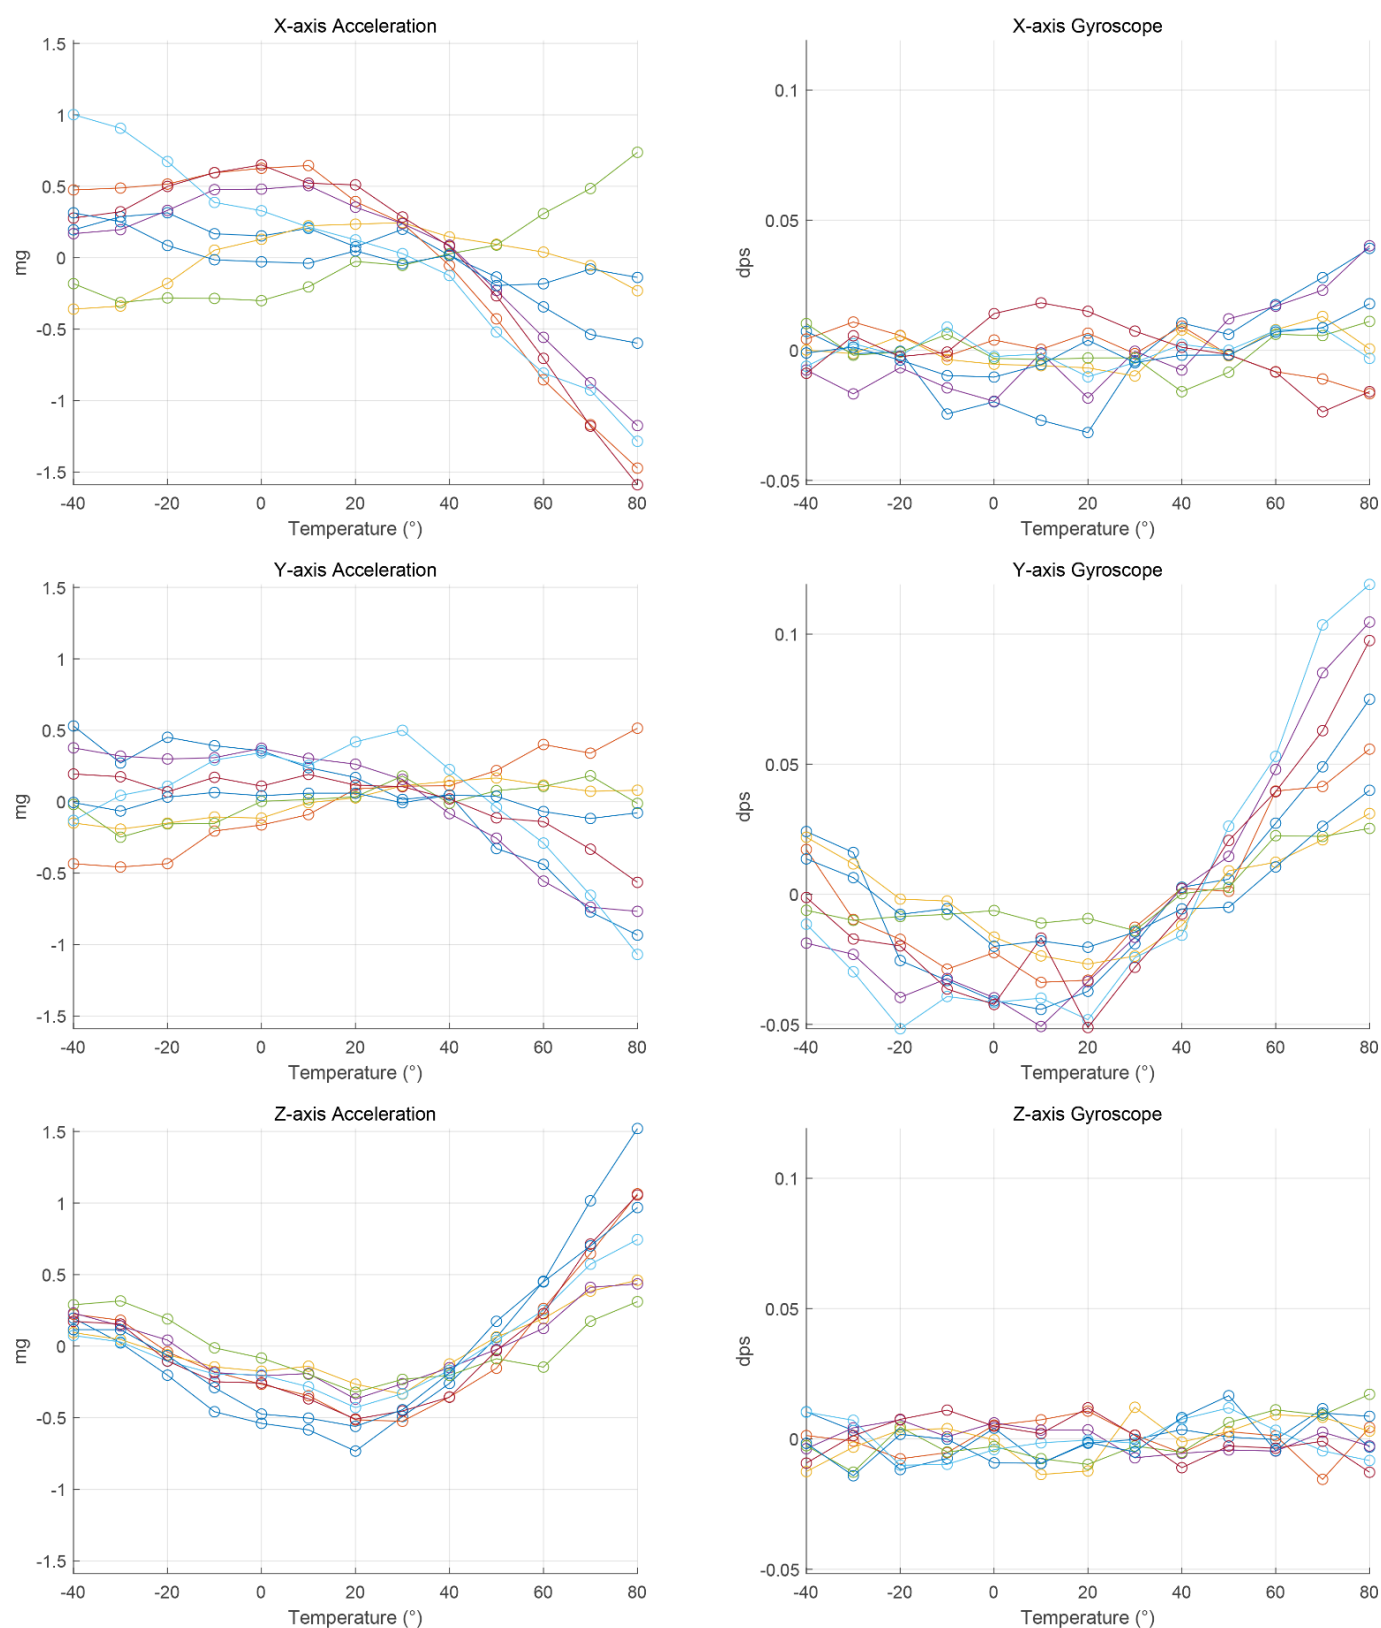

Figure15: Accelerometer and Gyroscope Temperature Compensated Curve
- Note4:** 超核实验室温箱转台测得，温升斜率小于 3°C/min，详细数据参考 Figure 15 温补曲线
Note3: 超核实验室温箱转台测得，温升斜率小于 3°C/min，详细数据参考 Figure 15 温补曲线